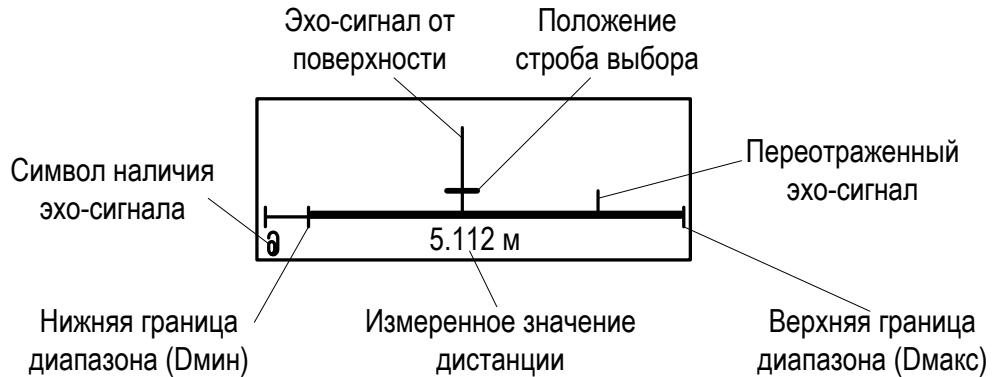

Рис. 2. Вид окна РАЗВЕРТКА.
- 1.3.1.8. В расходомере предусмотрена возможность индикации в графической форме регистрируемых сигналов, попадающих в заданный диапазон измерений. Сигналы отображаются в окне РАЗВЕРТКА (Настройка / Параметры объекта / Канал уровня / Развертка) в порядке прихода по времени (рис.2).